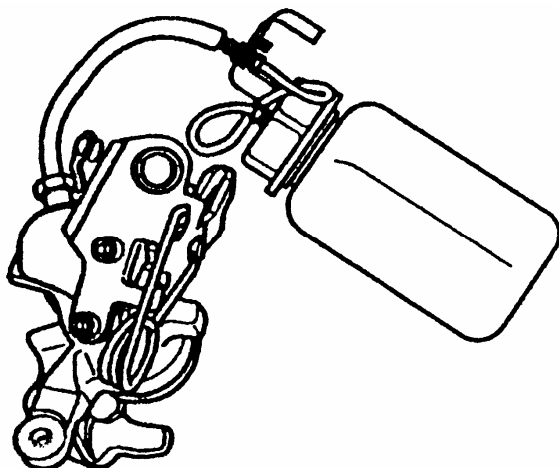

图 13-77 给制动钳放气
(5) 给制动钳预放气。如图 13-77 所示，打开排气阀，用通用排气瓶加注制动液，加到从螺纹孔（制动软管端）溢出的制动液无气泡为止，关闭排气阀。注意排气前应按图 13-77 所示放置制动钳。